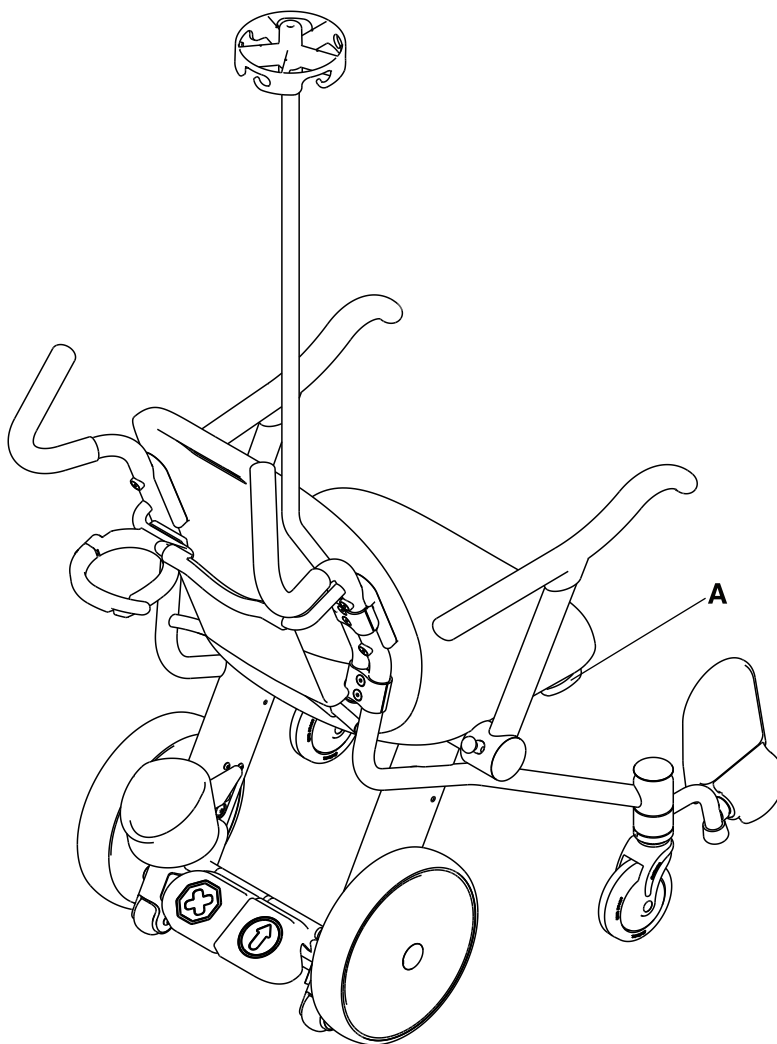

図15-14: 尿バッグ用フックの位置
オプションの尿バッグ用フックに尿バッグを固定するには、オプションの尿バッグ用フック (A) に尿バッグのフックを取り付けます (15-27ページの 図15-14)。尿バッグをしっかりと取り付けたことを確認してください。